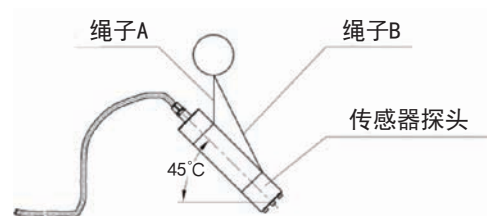

图3
2.如图3所示，分别用两根尼龙绳固定在传感器的外壳上，拿着两根绳子的末端将传感器提起，然后调整绳子B的长度使传感器探头成45度角向下倾斜。将两根绳子的末端套在浮台远离固定杆的一侧的固定柱上。